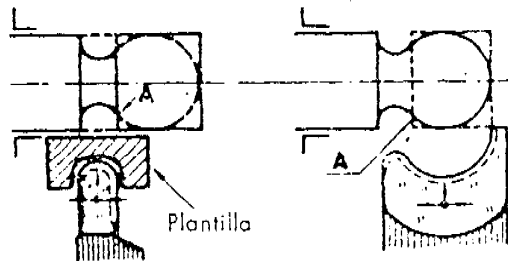

Figura 5
- b. Posicione la herramienta con ayuda de una plantilla ( 1 - figura 5 ) y fijela.
Preste atención al acordamiento de curvas cuando se aproxime a la forma deseada ( Punto A, Figura 5 ).